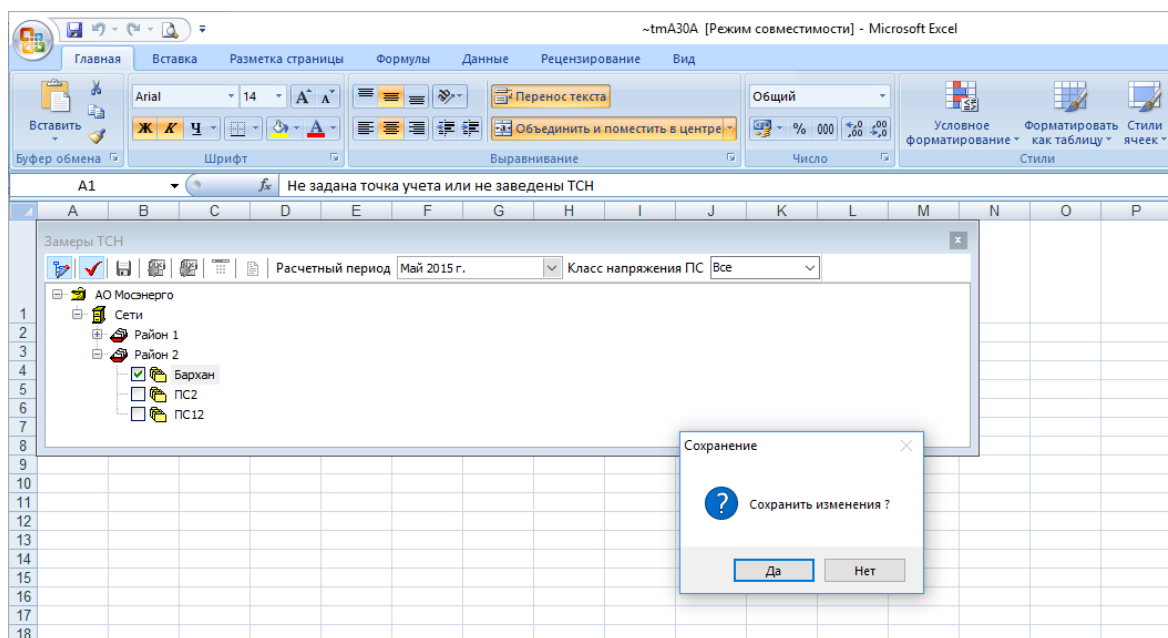

Рис. 2.64. Добавление ТСН
3. В открывшемся окне *Сохранение* выбрать *Да* (рис.2.64);